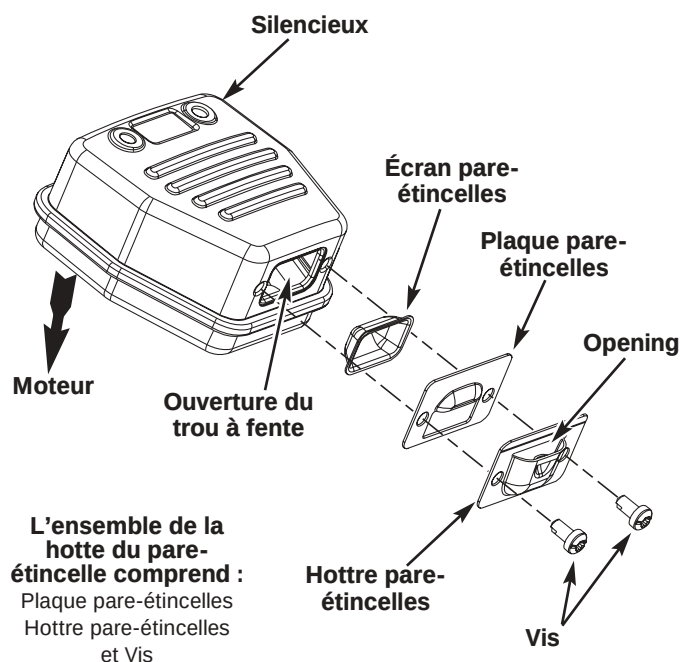

Fig. 38
2. Situez le pot d'échappement sans le retirer. Trouvez les deux (2) vis sur la partie inférieure du pot d'échappement (Fig. 38) Ces deux vis tiennent l'ensemble du déflecteur d'échappement et l'écran pare-étincelles à la partie inférieure du pot d'échappement. Retirez les deux (2) vis en vous servant soit d'un tournevis torx #20 ou d'un tournevis plat.
6. Placez la plaque du pare-étincelle au dessus du pare-étincelles avec le côté « élevé » vers le haut et l'ouverture vers le moteur (Fig. 38).
7. Placez la hotte du pare-étincelle sur la plaque du pare-étincelle avec le côté « élevé » vers le haut et l'ouverture tournée DU COTE OPPOSE au moteur (Fig. 38). Assurez-vous que l'échappement soit bien tourné DU COTE OPPOSE au moteur.